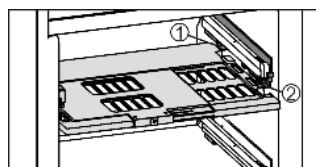

Fig. 9
► Vložení police s regulací vlhkosti: Výstupky víka police zespod zaveďte do zadních držáků Fig. 9 (1) a vpředu zaklesněte do držáku Fig. 9 (2).